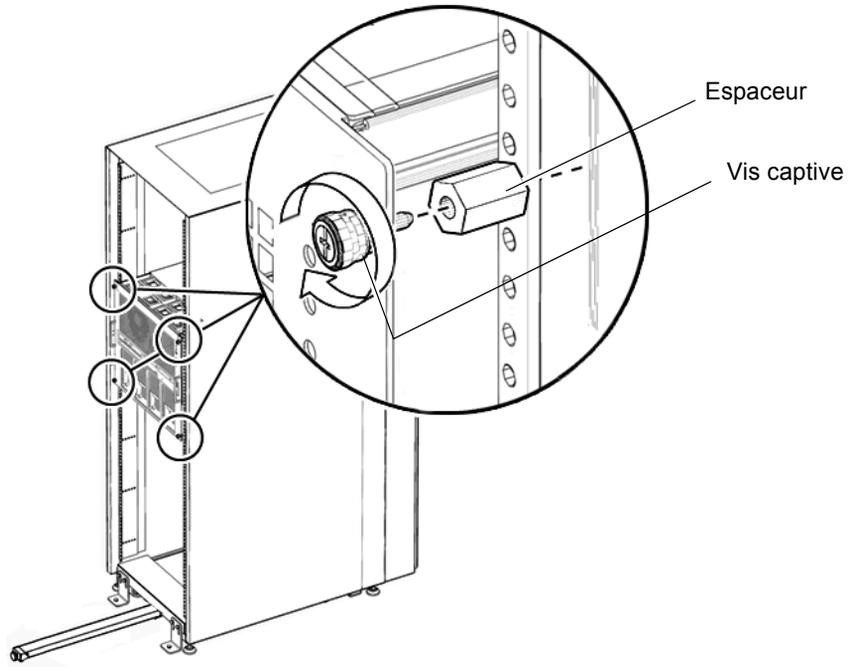

FIGURE 2-7 Espaceurs alignés sur les vis captives (Sun SPARC Enterprise M5000 représenté)
11. Fixez les espaceurs à l'avant du rack. (FIGURE 2-7)